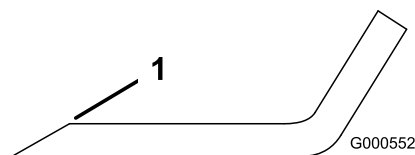
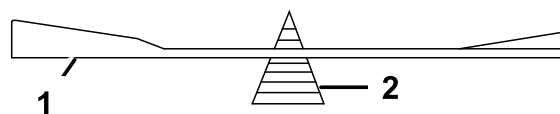

Figura 50
Figura 51
1. Utilize uma lima para afiar a aresta de corte em ambas as extremidades da lâmina (Figura 50). Mantenha o
2. Verifique o equilíbrio da lâmina colocando-a num equilibrador de lâminas (Figura 51). Se a lâmina ficar na horizontal é porque está equilibrada e pode ser utilizada. Se a lâmina não estiver equilibrada, lime algum metal da extremidade da aba apenas (Figura 50). Repita este procedimento até a lâmina estar equilibrada.